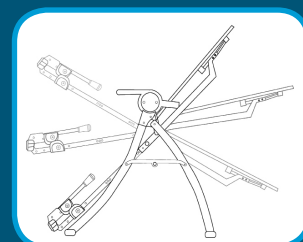

Figure 1
**AVANT DE VOUS INVERSER**, assurez-vous que la table pivote avec souplesse jusqu'à la position d'inversion intégrale et dans l'autre sens (Figure 1), et que toutes les fixations soient sécurisées. Assurez-vous que les réglages personnels décrits ci-dessous soient correctement ajustés à vos besoins personnels et à votre type de corps. Prenez le temps de trouver vos propres réglages et mémorisez-les. Vérifiez ces réglages avant chaque utilisation de l'appareil.